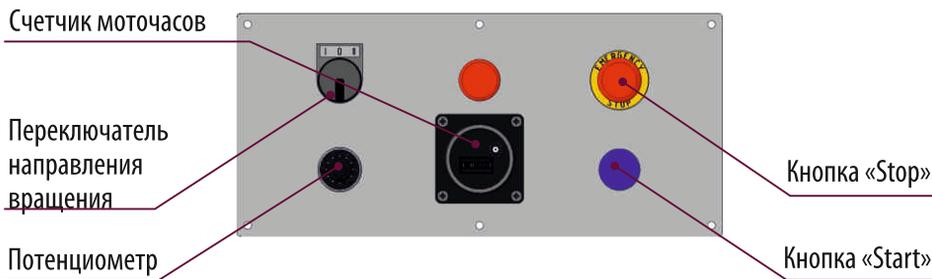

Рис. 2 Схема расположения кнопок управления
Схема расположения кнопок управления приведена на Рис. 2
- Кнопка «Stop» с фиксатором (Рис.2) используется только для аварийной остановки машины при возникновении неисправности, наезде на предметы, препятствия или людей . Эта кнопка прерывает подачу питания.